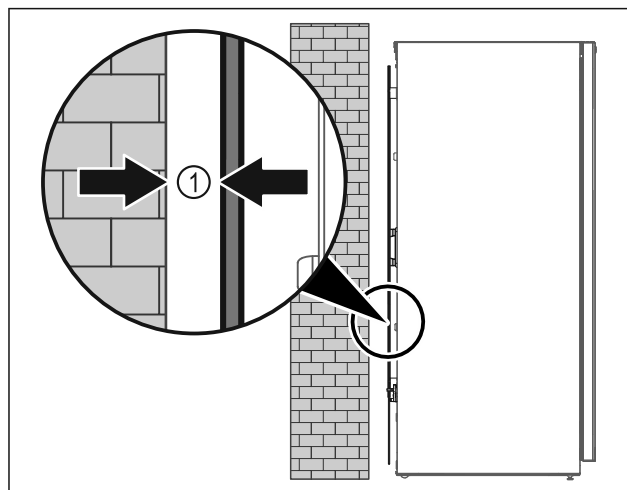

Fig. 8
- Urządzenie ustawić swobodnie w pomieszczeniu lub bezpośrednio przy ścianie z minimalnym odstępem 5 mm Fig. 8 (1).